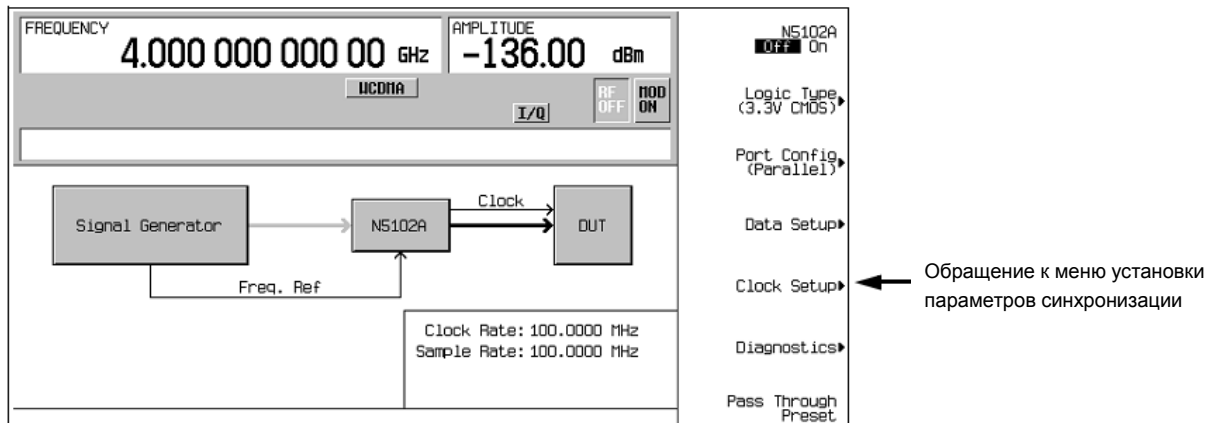

Рисунок 12-13. Местонахождение меню Clock Setup
1. Нажмите функциональную клавишу **Clock Setup** (см. **Рисунок 12-13**).